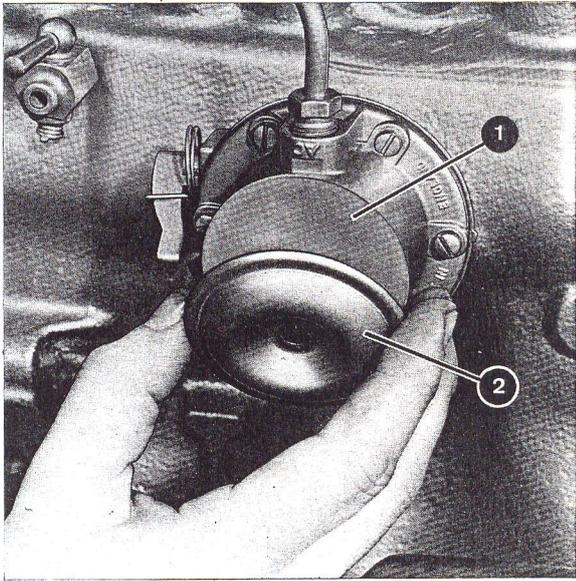

Fig. T6 — Dépose du couvercle de la pompe d'alimentation.
1. Déposer le couvercle de la pompe d'alimentation et la membrane en dévissant et déposant la vis du couvercle fig. T6.